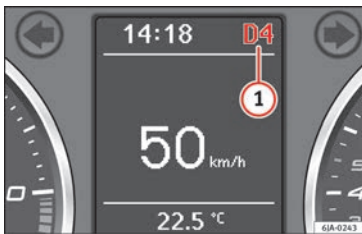

Abb. 179 Info-Display: Wählhebelstellungen.
Die aktuelle Wählhebelstellung wird im Informations-Display des Kombi-Instruments angezeigt  »» **Abb. 179**.
- Drücken Sie den Wählhebel aus der Stellung **D** nach rechts. Die aktuelle Wählhebelstellung und der eingelegte Gang werden im Informations-Display des Kombi-Instruments angezeigt **1** » Abb. 179.